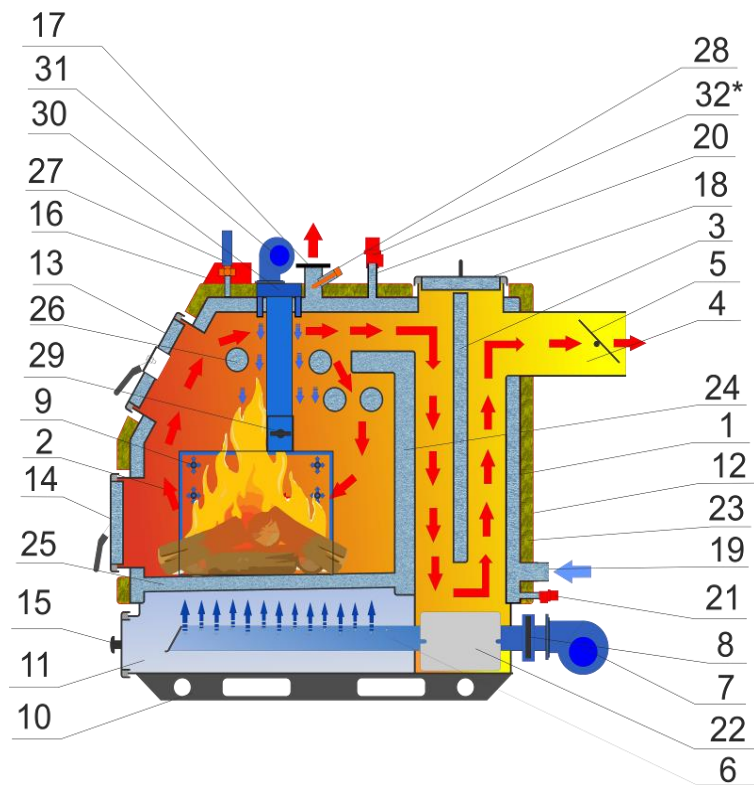

Рис.1 Будова котла «Ретра-3М»
3.1 Котел виконаний у вигляді шафи прямокутної форми зі скосом спереду що встановлюється на підлозі (див. Рис.1) і складається з наступних основних частин: конвективно-контактного сталюого теплообмінника 1 з камерою згоряння (топкою) 2, яка охолоджується водою, перегородки прямої 3, димоходу 4 з поворотним шибером газоходу 5, колектора 6, який разом з вентилятором 7 та шибером регулювання повітря 8 складають систему подачі первинного повітря. Система подачі вторинного повітря складається з вентилятора 31, з верхніх та бокових колекторів подачі та розподілення повітря 9, 30 та шиберів регулювання подачі повітря 29. В нижній частині котла знаходиться камера піддувала 11, яка одночасно виконує функцію камери накопичення золи. Котел встановлений на лижі 10.
3.2 Принцип роботи котла (див. Рис.1). Вода із системи тепlopостачання надходить в котел через патрубок звороту 19, розтікається по всім внутрішнім порожнинам теплообмінника і, через його металеві стінки, відбирає тепло від палива, що горить (контактним і радіаційним способами в топці) і газоподібних продуктів згоряння (конвективним способом в решті частин теплообмінника). Нагріта вода через патрубок подачі 17 надходить в систему тепlopостачання.